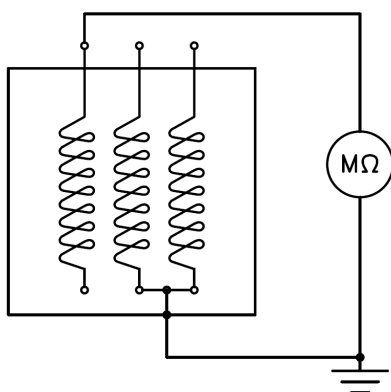

Figura 1
- **Statore principale** : la misura della resistenza d'isolamento sarà eseguita avendo l'avvertenza di staccare i collegamenti che vanno ai dispositivi di regolazione (regolatore di tensione od altri dispositivi) o ad eventuali altri dispositivi del gruppo. La misura sarà effettuata tra una fase e massa con le restanti due anch'esse collegate a massa (operazione da ripetere per tutte e tre le fasi). (vedi **figura 1**)